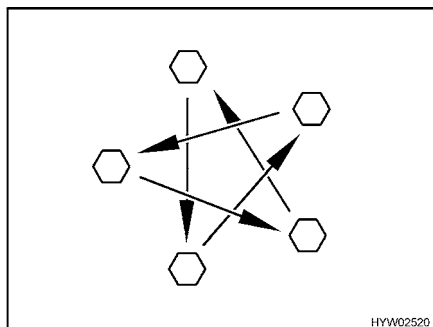

Bild 214 Dra åt hjulmuttrarna eller hjulbultarna korsvis
- Kontrollera regelbundet att hjulmuttrarna eller hjulbultarna är ordentligt åtdragna. Om du har bytt däck ska hjulmuttrarna eller hjulbultarna dras åt korsvis efter 5 mils körning (Bild 214). Åtdragningsmoment se avsnitt 13.5.2.
- ▷ Dra åt hjulmuttrarna eller hjulbultarna korsvis (Bild 214).